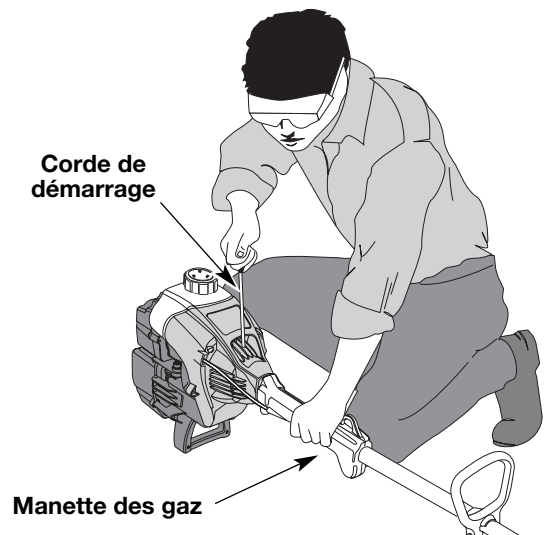

Fig. 8
AVERTISSEMENT: évitez tout démarrage accidentel. Tenez-vous en position de démarrage lorsque vous tirez sur la corde de démarrage (Fig. 8). L'opérateur et l'appareil doivent tous deux être en position stable pour éviter des blessures graves.
4. Accroupissez-vous en position de démarrage (Fig. 8), pressez la déverrouilleuse de manette des gaz et la manette des gaz et tirez le cordon de démarrage d'un **mouvement contrôlé et ferme** à 5 reprises.